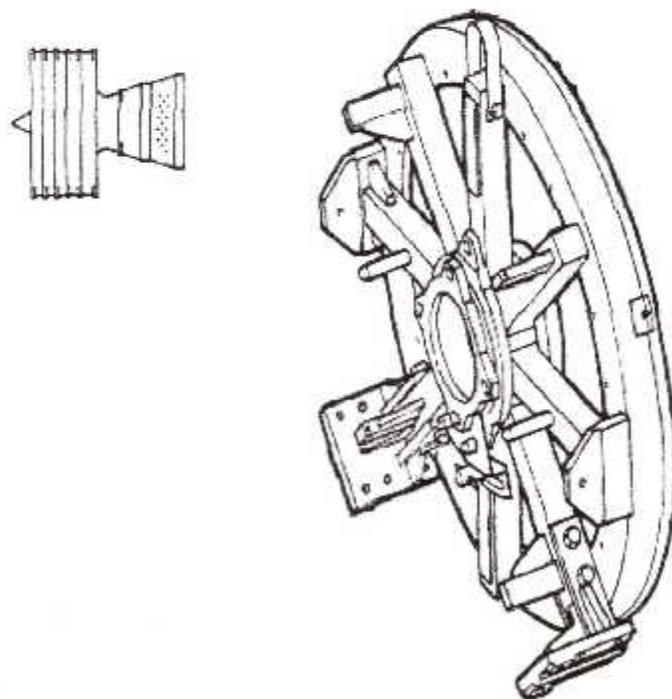
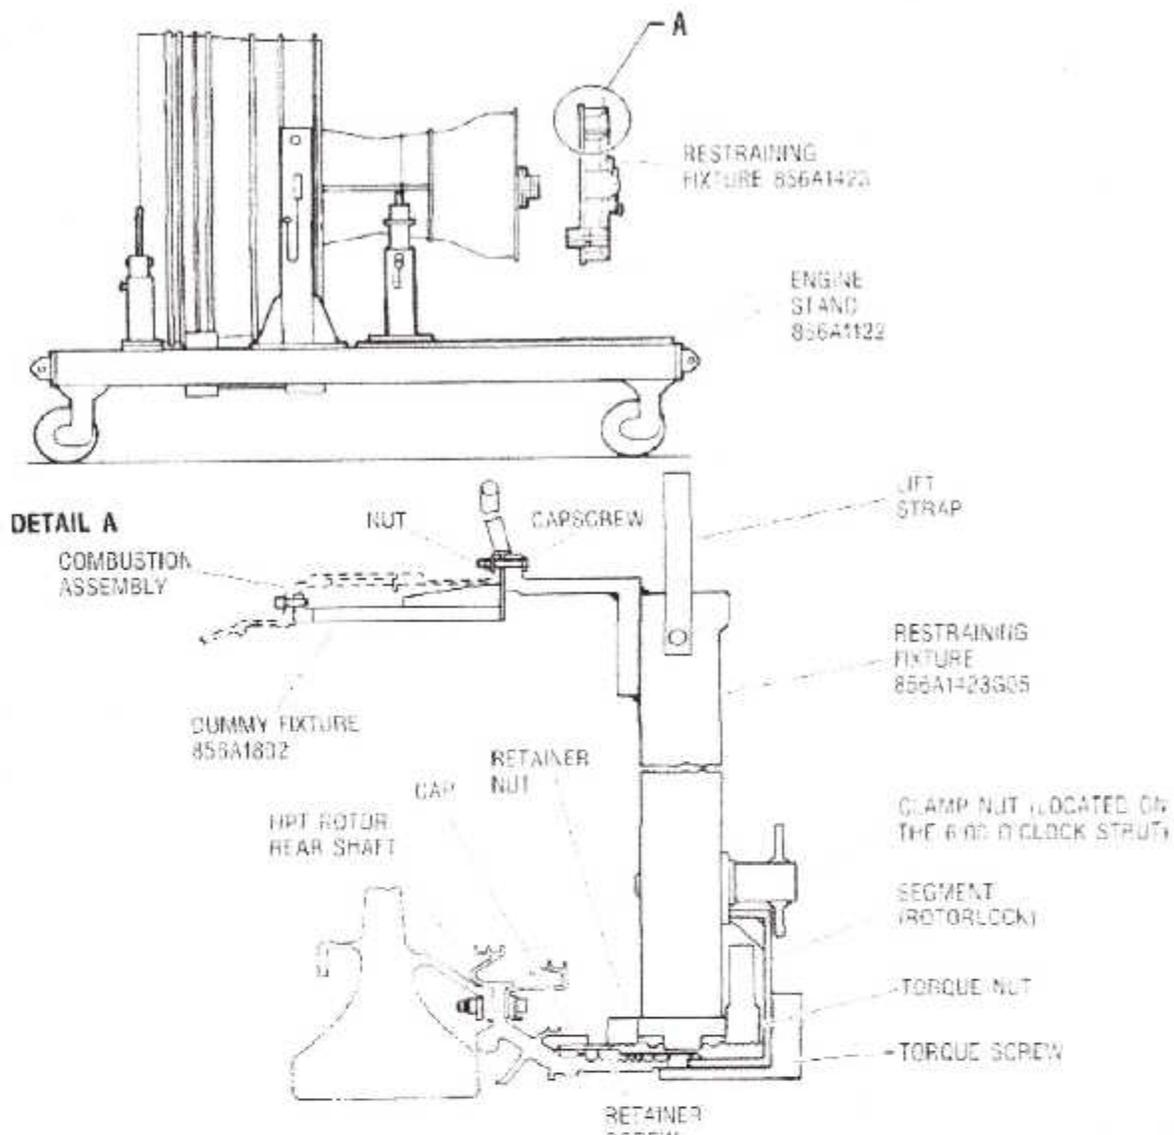

Fig. III. 51 : Dispositif de Retenue. 856A1423G05.
Fig. III. 52 : Installation du Dispositif de Retenue sur l'Arrière du Major Core.
4. On installe le **Dispositif de Retenue. 856A1423G05** (fig. III. 51) sur l'arrière du Major Core (fig. III. 52) comme suit :